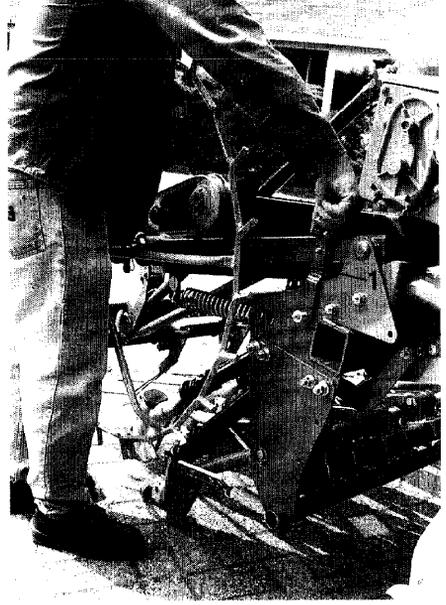

Fig.55
2. Schwenkbaren Antrieb festhalten, am Hebel (Fig. 55/1) ziehen und das Sporenrad in Arbeitsstellung absenken.
Schwenkbaren Antrieb anheben und mit dem Hebel (Fig. 55/1) befestigen.